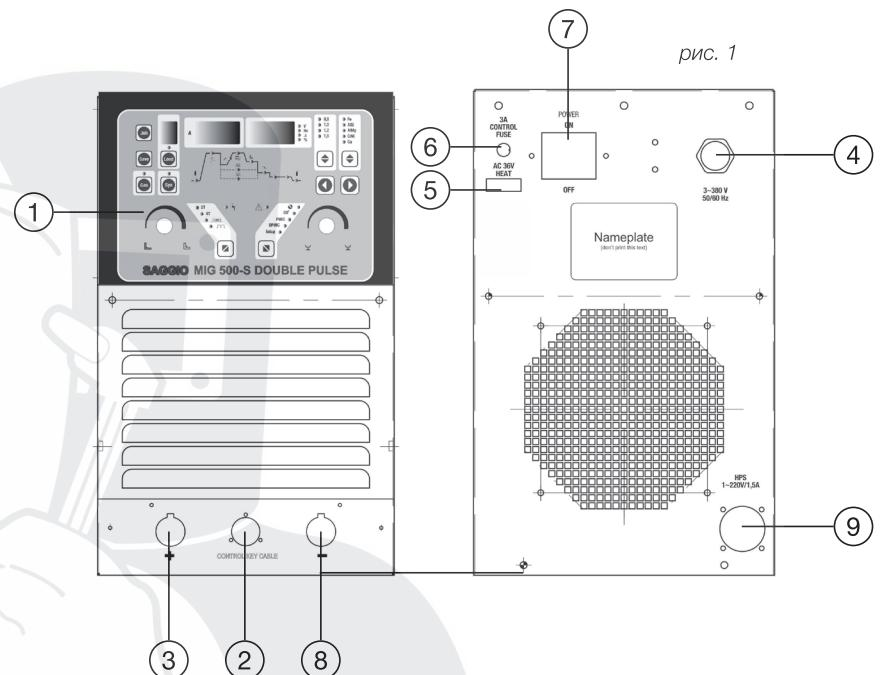

рис. 1
1. Панель управления аппарата: информационный дисплей, выбор функций и параметров сварки и т.д. (рис. 1)
2. Разъем для подключения управления механизма подачи проволоки. (рис. 1)
3. Разъем (+): соединение кабеля источника питания с механизмом подачи проволоки. (рис. 1)
4. Кабель для подключения к сети 380 В / 50 Гц (рис. 1)
5. Розетка подключения подогревателя газа (AC / 36 В) (рис. 1)
6. Плавкий предохранитель (3А) (рис. 1)
7. Автомат включения установки (рис. 1)
8. Разъем (-): соединение обратного кабеля со свариваемой деталью. (рис. 1)
9. Розетка 220В (рис. 1)